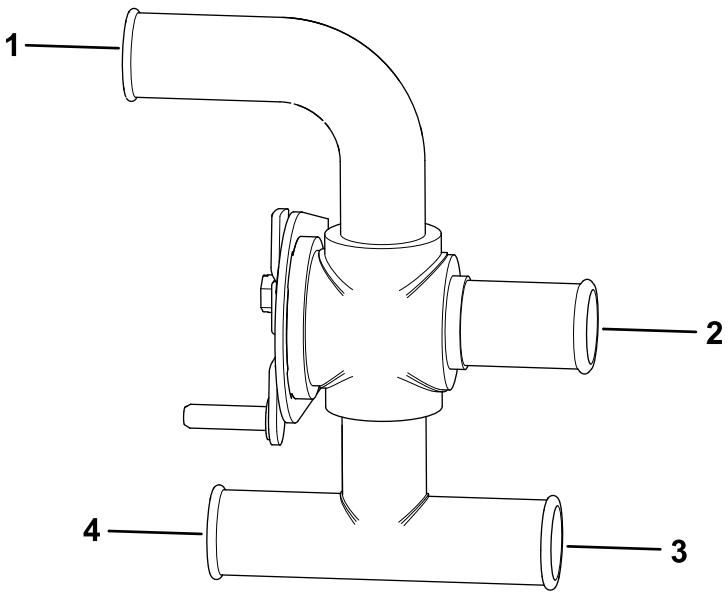
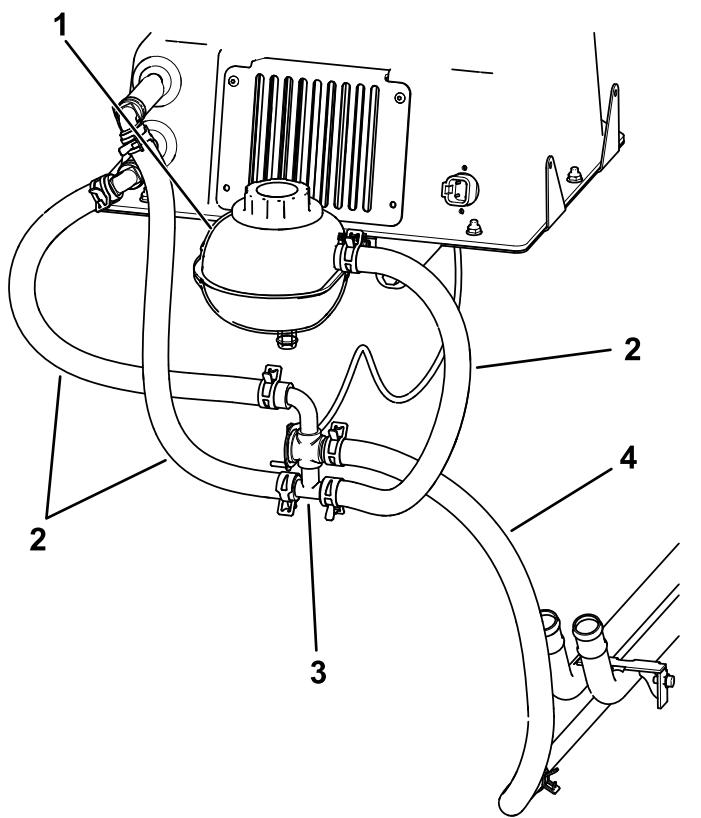

Bild 21
Bild 22
2. Verbinden Sie die 2 Kühlmittelschläuche, die zuvor am Heizungskasten montiert wurden, mit 2 Bandklemmen mit den entsprechenden Anschlüssen am Wasserventil (Bild 21).
Hinweis: Wenn ein BOSS-Schneepflug an der Maschine installiert ist, führen Sie den unteren Schlauch des Heizungskerns (Bild 21) um das Pflugmagnetventil herum.
3. Schließen Sie den zuvor gekürzten Thermostat-Überbrückungsschlauch mit einer Bandklemme an das Wasserventil an (Bild 21 und Bild 22).
4. Schließen Sie den verbleibenden Schlauch mit einer Bandklemme an das Wasserventil an und verbinden Sie dann das andere Ende des Schlauchs mit einer Bandklemme mit dem großen Anschluss am oberen Behälter (Bild 21 und Bild 22).